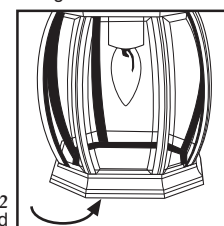

Figura 2
- Para las unidades de extremo inferior abierto, coloque la(s) bombilla(s) por la abertura inferior (ver la figura 2).